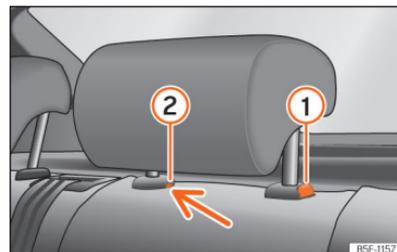

Fig. 68 Encostos de cabeça traseiros desmontagem.
- Pressione o botão »» Fig. 68 ①, pressionando ao mesmo tempo através do orifício da trava de segurança ② com uma chave de fendas plana com um máximo de 5 mm de largura e retire o encosto de cabeça.